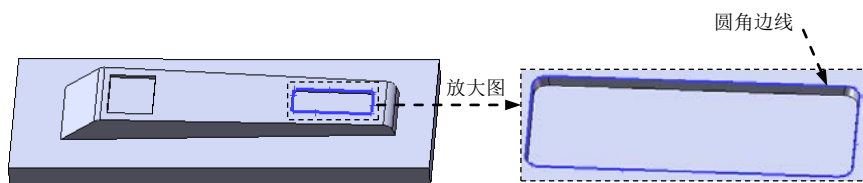

图 12.2.20 圆角边线
(2) 定义圆角类型。采用系统默认的圆角类型。
(3) 定义圆角对象。选取图 12.2.20 所示的边线为要圆角的对象。
(4) 定义圆角的半径。在 **圆角项目(P)** 区域的  文本框中输入圆角半径值 0.8, 选取 ☒ **切线延伸(E)** 复选框。
(5) 单击  按钮, 完成圆角 3 的创作。